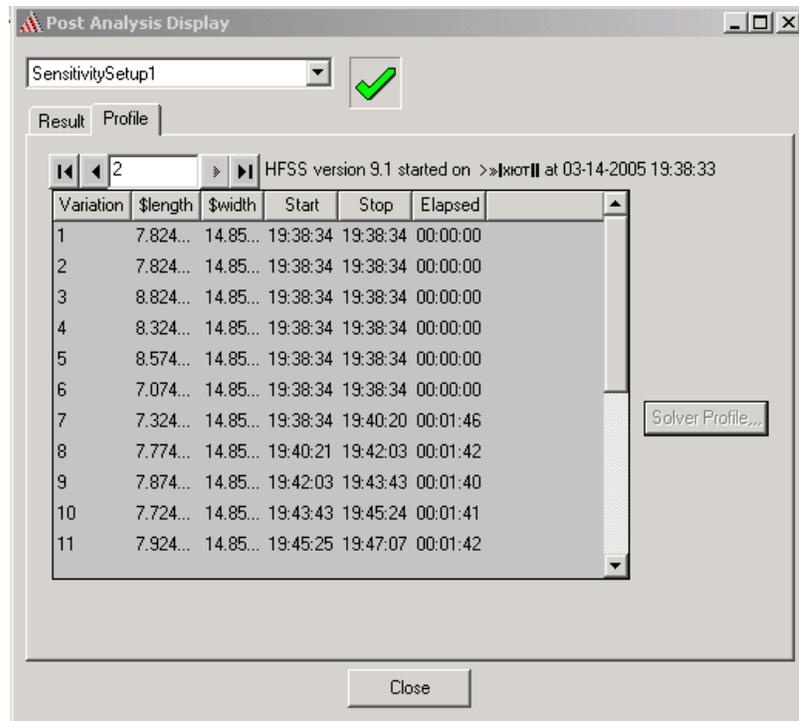

Рис. 8.23. Результаты изменения переменных при анализе чувствительности
1. В дереве проекта, щелкните правой кнопкой мыши установку чувствительности, для которой Вы хотите рассмотреть результаты, и затем нажмите **View Analysis Result** в меню. Появляется диалоговое окно **Post Analysis Display** (рис. 8.23).
- График  $x - y$  появляется в диалоговом окне **Post Analysis Display** (рис. 8.23).